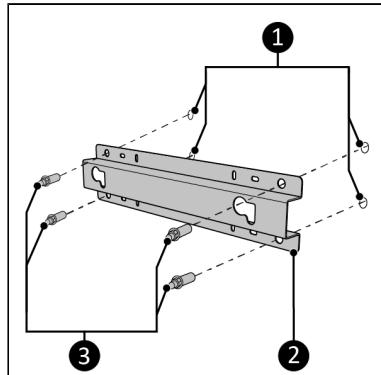

Figure 68.
1. Placera väggfästet (Figure 68, pos. 2) mot väggen och markera de fyra hålen (Figure 68, pos. 1). Säkerställ att placera fästet upprätt (se etiketten "Denna sida uppåt" på fästet).
4. Dra åt väggfästet mot väggen med de fyra muttrarna (Figure 68, pos. 3).